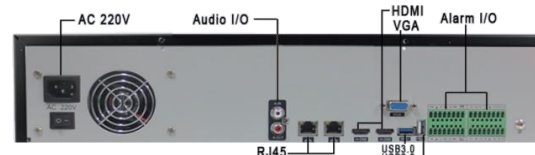

Рис. 1. Расположение разъемов на задней панели Прибора
2.3 Проведите визуальный контроль изделия на отсутствие внешних повреждений, а также комплектующих – на их наличие в составе комплекта. На Рис. 1 показано расположение разъемов на задней панели Прибора: